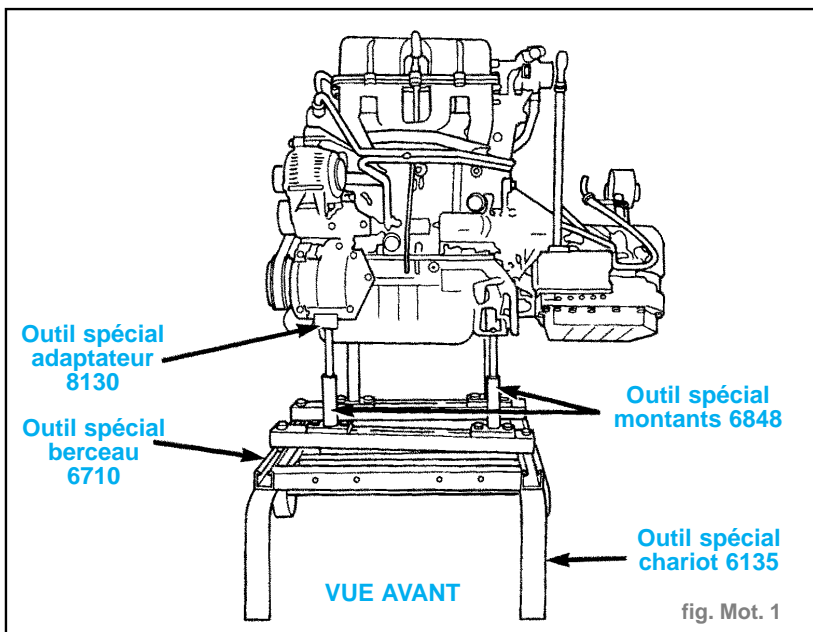

fig. Mot. 1
- Lever le véhicule suffisamment pour pouvoir glisser les outils spéciaux 6135 et 6710, chariot et berceau, avec l'outil de montants 6848 et l'adaptateur 8130, sous le véhicule. (fig. Mot. 1)